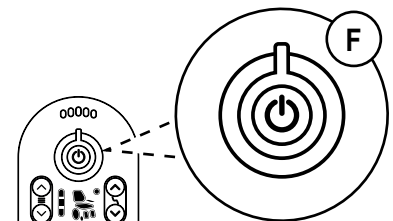

Abb. 5.8. Not-Halt auf der LiNX REM211.
Beim Fahren oder Einstellen von Sitzfunktionen lässt sich die aktuelle Bewegung durch Loslassen des Joysticks oder durch Drücken des Hauptschalters (F) unmittelbar anhalten, siehe Abb. 5.8. Die Bedieneinheit wird ausgeschaltet und die elektrische Funktion stoppt.